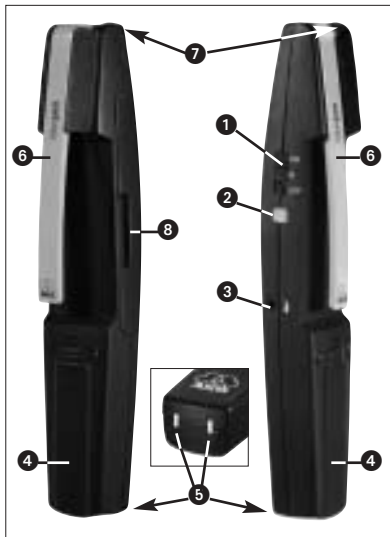

Fig. 1 : Eléments de commande du MP 40
2.5 Eléments de commande (Cf. Fig. 1)